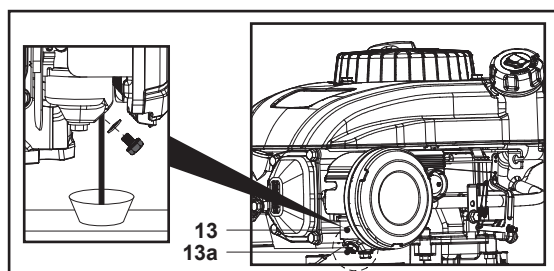

Fig. 28
3. Dévisser la vis de vidange de carburant (13a) et laisser le carburant s'écouler dans le contenant (Fig. 28).